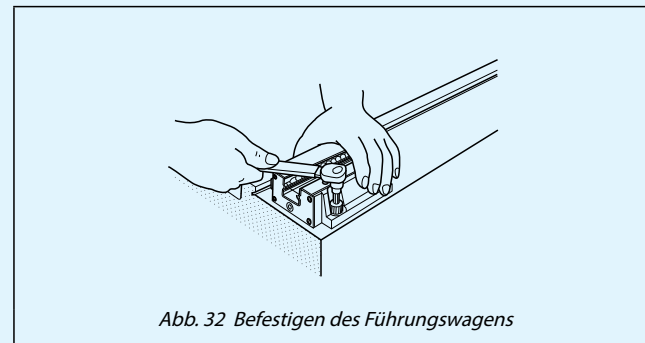

Abb. 32 Befestigen des Führungswagens
- Die Bezugsmontageflächen der Führungswagen von Kugelumlaufführung I und II werden korrekt ausgerichtet und dann befestigt (siehe Abb. 32)